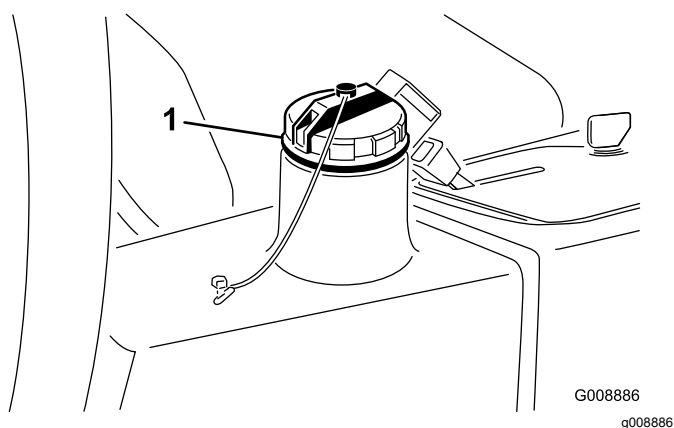

Рисунок 29
2. Очистите зону вокруг заливной горловины и крышки гидравлического бака (Рисунок 29). Снимите крышку.